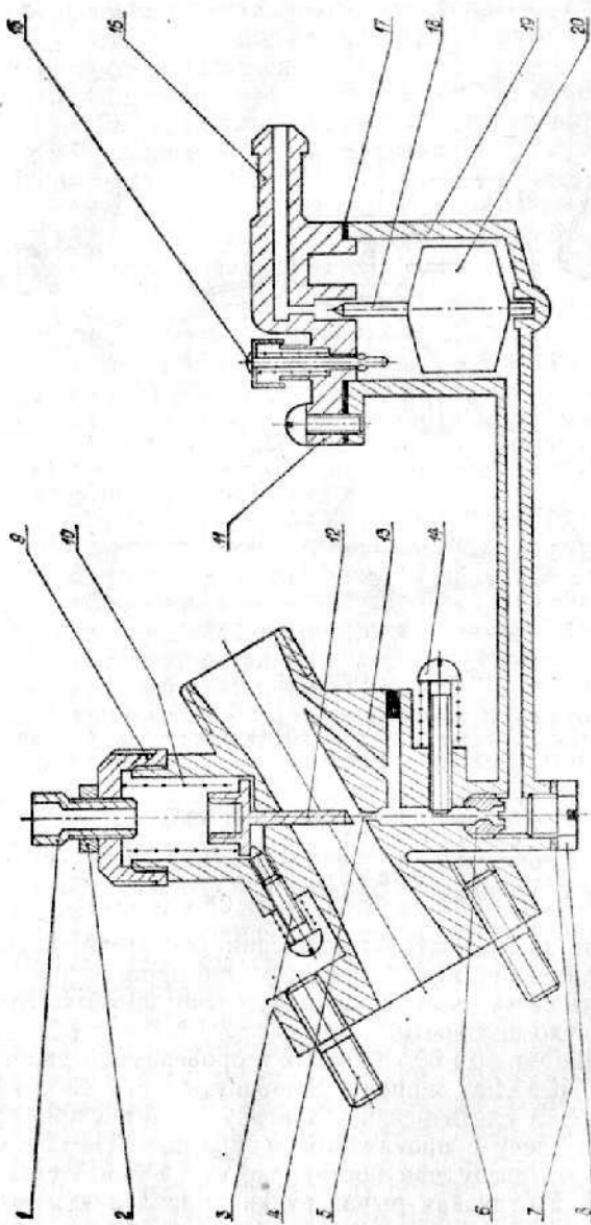

Рис. 6. Схема карбюратора К34б:
Втулка 1 имеет продольный паз 10, а втулка 2 — винтовой паз 9, между которыми находится ползунок 3, соединенный с гибким тросом и дросселем 12 карбюратора (рис. 6).
Карбюратор (рис. 6) состоит из корпуса 13, крышки поплавковой камеры 11, поплавка 20 с иглой 18, дросселя 12 и жиклера 6. Топливо из бака через фильтр топливного крана по топливопроводу поступает самотеком к штуцеру крышки 16 и заполняет поплавковую камеру.
5. При положении ручки управления дросселем карбюратора на себя до упора проверить полное открытие диффузора карбюратора, для чего снять воздухоочиститель. При необходимости отрегулировать винтом 1 (рис. 6).
3. При запуске холодного двигателя следует нажать на кнопку утопителя 15 (рис. 6) до полного заполнения поплавковой камеры (топливо должно показаться из-под колпачка утопителя). При запуске прогретого двигателя нажимать на кнопку утопителя не надо.
Если двигатель глохнет, ввернуть винт 3 (рис. 6) на  $1 \frac{1}{2}$  оборота. При повышенных оборотах холостого хода вывернуть винт 3 на  $1 \frac{1}{2}$  оборота.